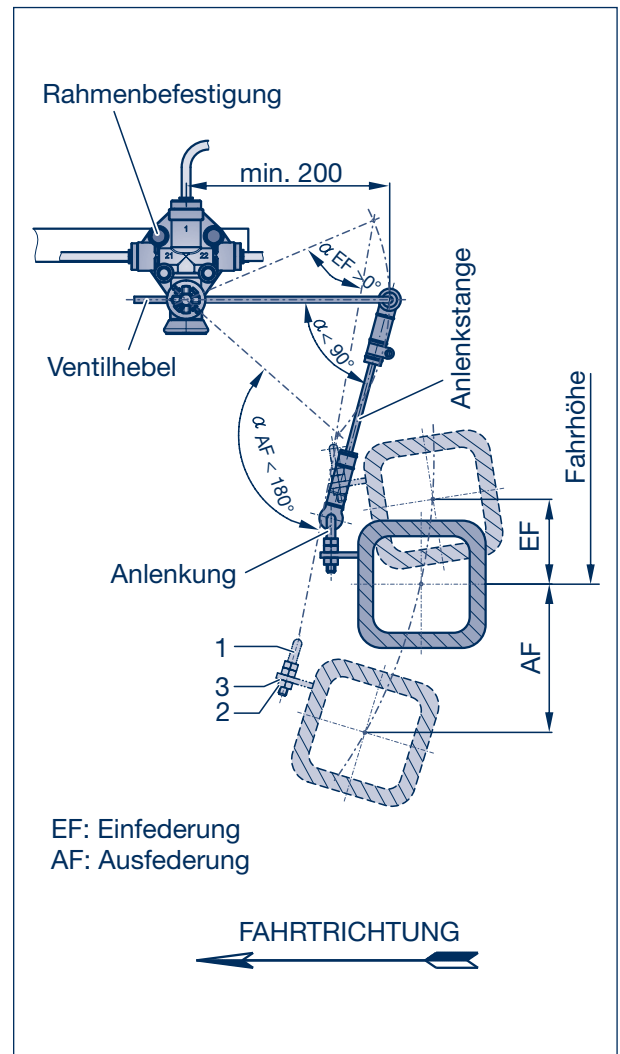

Bild 1
Die angegebenen Winkel (Bild 1) dürfen nicht unter- oder überschritten werden, damit das Ventilgestänge nicht umschlägt.
- [11] Nach Erreichen dieser Einstellhöhen muss der Ventilhebel in die waagerechte Lage gebracht werden (Bild 1).
- [12] Anlenkung (5) in die Befestigungslasche am Achskörper einsetzen. Mutter (2) mit Federring (3) aufschrauben.
- [13] Ventilhebel und Anlenkung durch die Anlenkstange (6) miteinander verbinden. Der Ventilhebel muss sich nach der Montage in waagerechter Lage befinden, ggf. die Doppelmutter (1) entsprechend verstellen und Mutter (3) festziehen, Anlenkstange durch Anziehen der Schrauben an den Schellen befestigen.